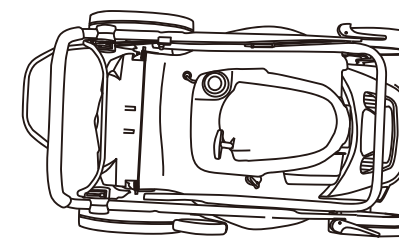

Fig. 12,
2. Libérer le levier de fixation (8) et replier l'ensemble de poignées pour le rangement. S'assurer que les câbles (5, 6) ne sont pas coincés (Fig. 12).